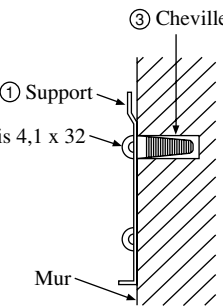

Fig. 3-2
- (2) Y mettre les chevilles No③ (Voir figure 3-2).